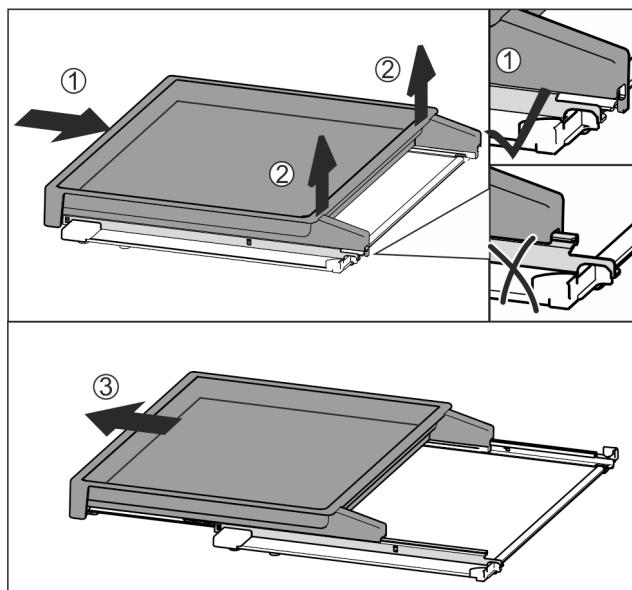

Fig. 112
- Вставить вытяжную панель полностью *Fig. 112* (1).
- Отпустить фиксацию на задней стороне *Fig. 112* (2).
- Извлеките вытяжную панель движением вперед *Fig. 112* (3).